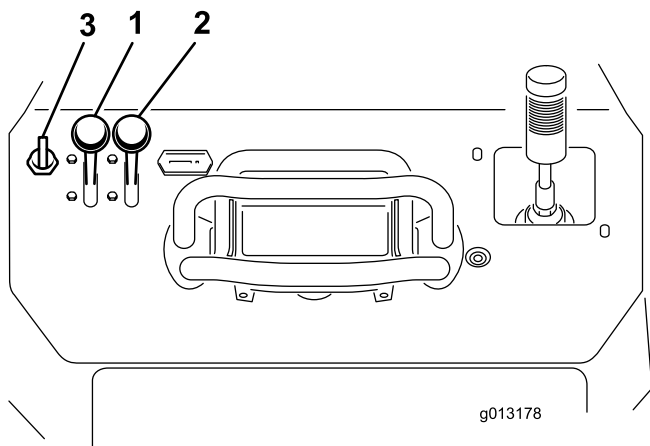

Figura 20
- Mueva la palanca del acelerador a un punto intermedio entre las posiciones de Lento y Rápido (Figura 20).
- Mueva la palanca del estárter a la posición de Abierto (Figura 20).
- Gire la llave a la posición de Conectado (Figura 20). Cuando el motor arranque, suelte la llave.
- Mueva la palanca del estárter a la posición de Cerrado (Figura 20). Si el motor se cala o funciona de forma irregular, active el estárter otra vez hasta que el motor se caliente.
- Mueva la palanca del acelerador a la posición deseada (Figura 20).
- Mueva la palanca del acelerador a la posición de Lento (Figura 20).
- Gire la llave a Desconectado (Figura 20).